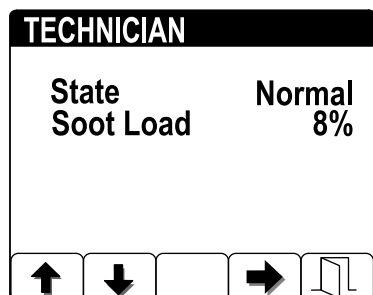

Рисунок 38
- Посмотрите объем сажи, измеряемый в виде процентов в DPF (Рисунок 38); см. таблицу объема сажи.